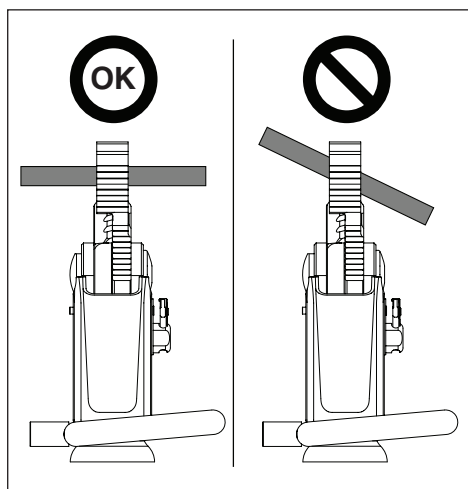

图 4, 在切割刀中放置切割材料
将切割材料放置在切断机刀片之间，使其与刀片轴线垂直，如图4所示。这样能够保证完成最佳质量切断。
2. 将切割材料放置在切割刀之间。确保切割材料与切割刀轴线垂直，如图4所示。如需获取更多信息，请参见第 9.4 节的说明。